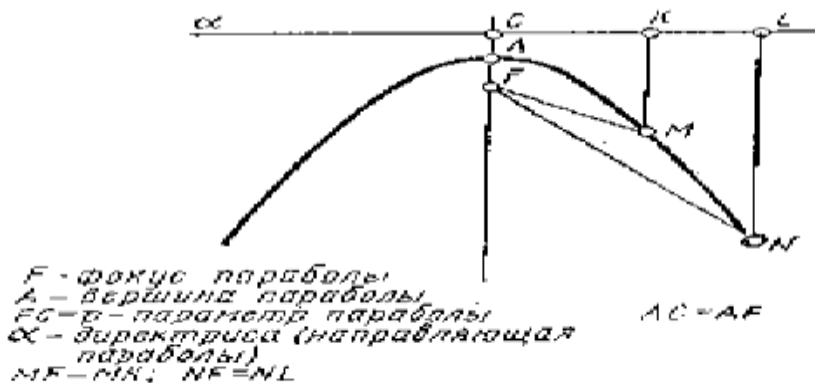

Рис. 38. Парабола
**Парабола - это незамкнутая кривая.**  $F$  - фокус параболы. Прямая  $a$  - директриса параболы. Расстояние от любой точки параболы (от  $M$ , от  $N$ , ...) до фокуса  $F$  равно расстоянию от этой точки (от  $M$ , от  $N$ , ...) до директрисы. Например,  $MF=MK$ ,  $NF=NL$ ) (рис. 38). Расстояние от фокуса параболы до директрисы называется параметром  $p$  параболы. Вершина  $A$  параболы делит параметр на две равные части.